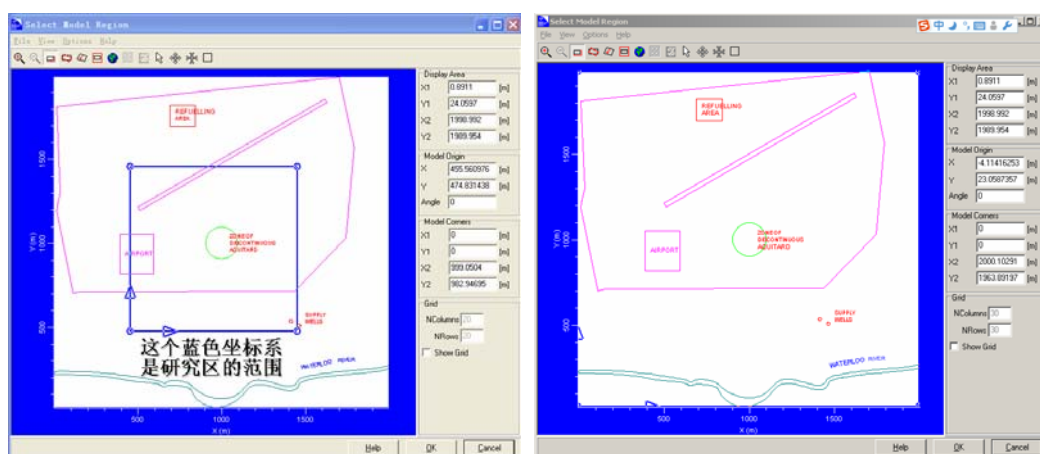

图 3.5
4. 下一步，模型坐标系的设置（将左图中蓝色的坐标系扩大，直到覆盖整个研究区如右图，见图 3.5）